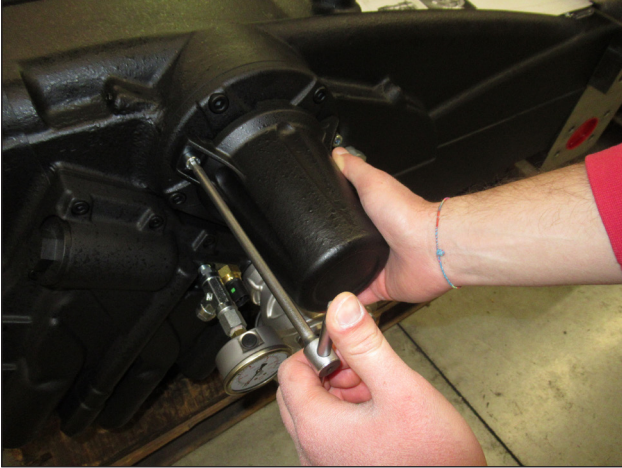

Abb. 143
Montieren Sie den Wellenenddeckel und befestigen Sie den Deckel am Gehäuse anhand von 3 Schrauben M8x18 (Pos. ①, Abb. 143).